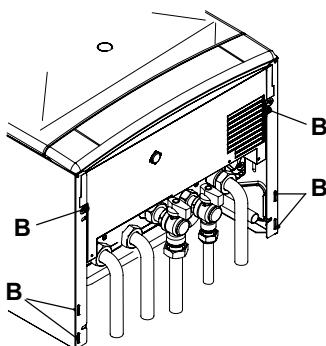

рисунок 9.2
- Ослабьте винты В. Отодвигите нижнюю часть панелей от котла и приподнимите их, освободив от верхних крючков (рисунок 9.2).